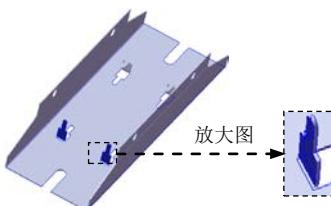
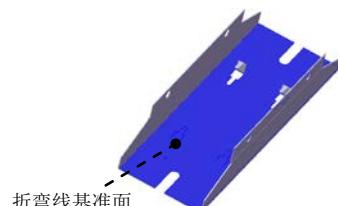

图 11.2.45 绘制的折弯 7
图 11.2.46 固定侧的位置
(4) 定义钣金参数属性。在**折弯参数(P)**区域的**文本框**中输入折弯角度值 90.0，在**折弯位置:**区域中单击“折弯在外”按钮 U 。
(5) 单击 \checkmark 按钮，完成绘制的折弯 6 的创建。
Step17. 创建图 11.2.45 所示的钣金特征——绘制的折弯 7。
(1) 选择命令。选择下拉菜单**插入(I)** \rightarrow **钣金(H)** \rightarrow **绘制的折弯(S)…** 命令(或单击“钣金”工具栏上的“绘制的折弯”按钮 S)。
(2) 定义特征的折弯线。
① 定义折弯线基准面。选取图 11.2.46 所示的模型表面作为折弯线基准面。